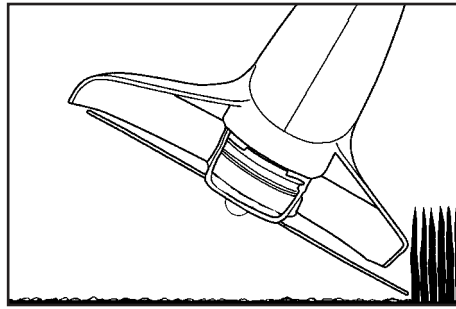

Fig. 4-2C
5. **SCALPING** (Fig. 4-2C). Scalping refers to removal of all vegetation down to the ground. To do this, tilt the stringhead to about a 30 degree angle to the right. By adjusting the handle you will have better control during this operation. Always keep a distance of 100 feet (30 meters) from other people and animals when scalping. Do not attempt this procedure if there is any chance flying debris could injure operator, other people or cause damage to property.
5. **RASAGE** (Fig. 4-2C). Par "raser", on entend couper l'ensemble de la végétation au niveau du sol. Pour cela, inclinez la tête avec le fil d'environ 30 degrés vers la droite. Vous pouvez régler le manche pour avoir un meilleur contrôle pendant cette opération. Lorsque vous "ravez", conservez toujours une distance de 100 pieds (30 mètres) par rapport aux autres personnes ou aux animaux. N'utilisez pas cette procédure s'il y a un risque quelconque que des débris éjectés blessent l'utilisateur ou d'autres personnes, ou risquent de causer des dommages matériels.
5. **REMOVER VEGETACIÓN** (Fig. 4-2C). Desbrozar se refiere a la remocion de toda la vegetacion hasta el suelo. Para hacer esto, incline la cabeza de la cadena a un angulo de aproximadamente 30 grados hacia la derecha. Al ajustar la manija usted tendra un mejor control durante esta operacion. Siempre mantenga una distancia de 100 pies (30 metros) de otras personas y animales cuando realice el desbroce. No intente este procedimiento si hay alguna posibilidad de que los residuos volatiles puedan lesionar al operador, a otras personas o causar danos a propiedades.